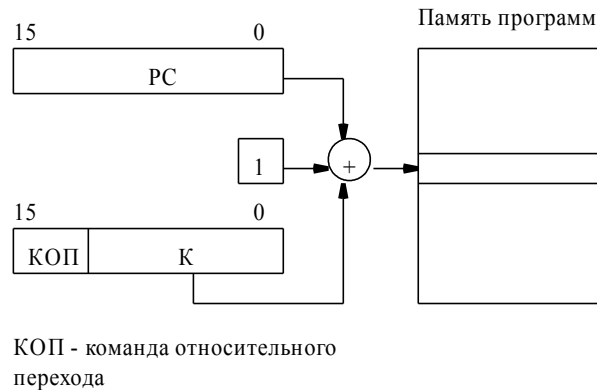

Рис. 24
1. **RJMP** – команда относительного перехода. Относительный переход по адресу, который должен находиться в диапазоне $PC \pm 2K$ слов. Адрес возврата (команда, следующая после команды `rjmp`), помещается в стек. При выполнении команды содержимое счетчика команд изменяется прибавлением к нему (или вычитанием) некоторого значения K , являющегося операндом команды (рис. 24). В качестве операндов используются метки.